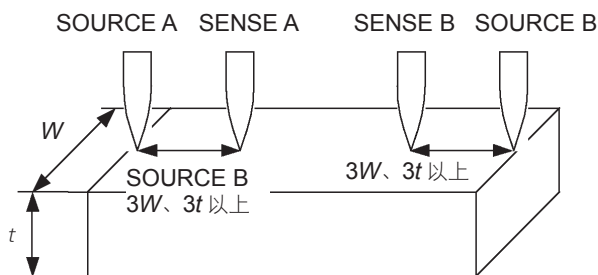

图 9. 被测对象有一定宽度或厚度时的探测位置
为了避免这种影响，最好在电流注入点的内侧检测电压。总而言之，在超出被测对象宽度 (W) 或厚度 (t) 的内侧，电流分布应该是一样的。如图 9 所示，SENSE 端子最好配置在距离 SOURCE 端子 $3W$ 或 $3t$ 的内侧。